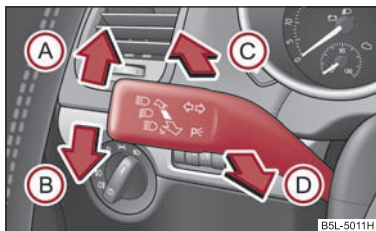

Fig. 43 Maneta de acționare a luminilor de semnalizare și a luminii de drum
- Apăsați maneta în sus  ⇒ fig. 43, respectiv în jos .